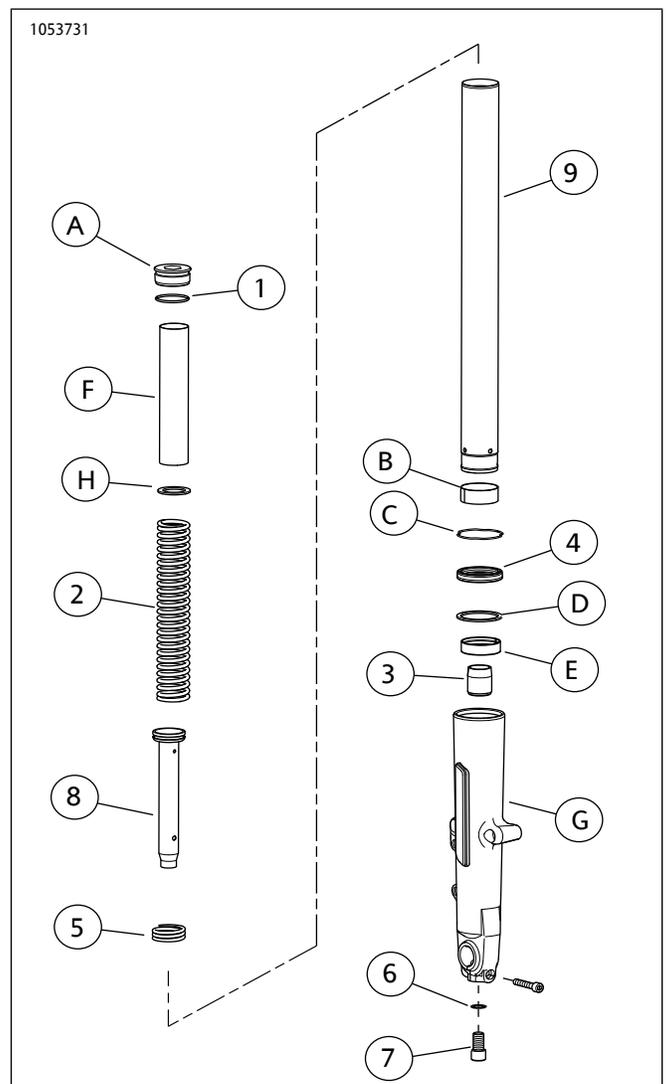

图6。维修零件：旅行套筒式前叉
- b. 参见图6。使叉螺栓（A）向上，将叉管（9）夹持于工具内侧的橡胶垫之间。拧紧旋扭，直至将叉管固定牢靠。
1. 参见图6。确保活塞环已安装至缓冲管、切口朝下。将新回弹弹簧( 5 )放在套件( 8 )中的新缓冲管上。将缓冲管插入新叉管( 9 )内。
- c. 参见图6。将固定夹( C )滑下叉管，直至接触叉油封。将固定夹安装至前叉滑管槽中。不得为了安装到叉管上而扩大或拉伸固定夹，否则固定夹将会损坏。
- d. 参见图6。将杆插入叉管顶部，直至金属环在叉管顶部放平。